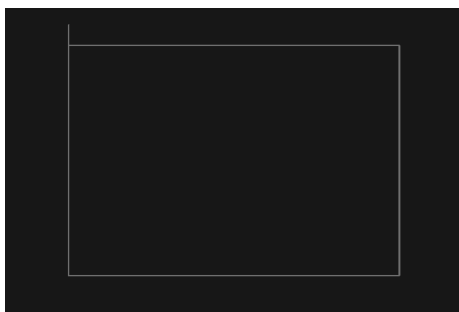
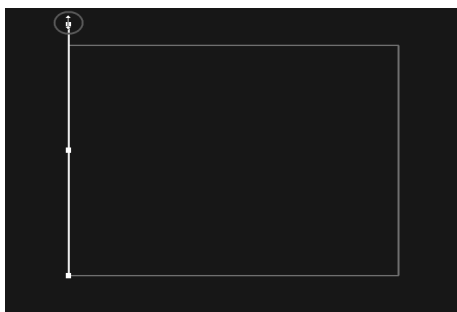

图 11-1 四条直线构成的封闭矩形
图 11-2 微调矩形
(1) 创建一个新的 PCB 工程 “Board_Shape.PrjPCB”, 在其中添加一个新的 PCB 文档 “Board_Shape_with_Mouse.PcbDoc”。
(2) 单击板层标签 Mechanical 1 切换到机械层 1, 选择该板层绘制电路板外形。
(3) 执行菜单命令 **Place** » **Line [P, L]**, 或者单击 **Utilities** 工具栏上的  按钮, 在弹出的子工具栏上单击按钮 , 进入放置直线状态。
(4) 在编辑窗口适当位置单击鼠标左键, 确定矩形左上角顶点。移动光标到合适位置, 双击鼠标左键, 固定第二个点, 从而确定组成板框的第一条直线。
(5) 按照同样的方法, 移动光标到合适位置, 并双击鼠标左键, 依次画出第二条、第三条、第四条直线, 最终回到起始点附近单击, 组成一个封闭的矩形边框, 单击鼠标右键两次退出放置直线状态。绘制的图形如图 11-1 所示。
(6) 图 11-1 左上角顶点的两条边通常并不会恰巧首尾相连, 选中突出的一条边, 移动光标到突出的一端, 当光标变为上下箭头形状时, 可以移动该端点, 使得两条边首尾相连, 如图 11-2 所示。这样就构成一个方正的矩形。